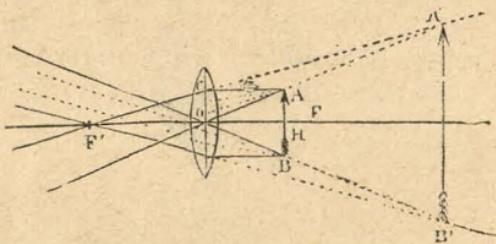

Fig. 138.—Formación de la imagen virtual en las lentes convergentes.
2.o Un objeto colocado á una distancia de la lente mayor que la distancia focal y menor que el doble de la misma, da una imagen *real, invertida y mayor que el objeto* (fig. 138).